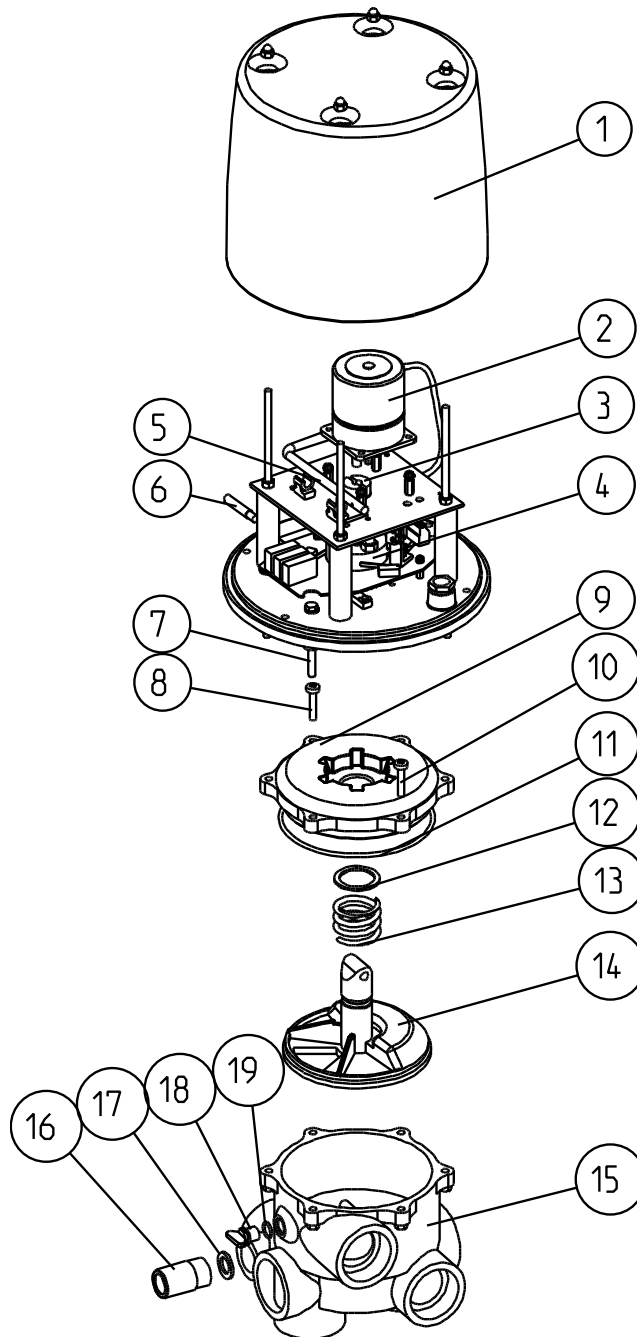

Abb. G-1: Explosionsdarstellung zum F 500/600/610 A Automatik-Mehrwegeventil mit Automatik-Stellantrieb
1. Bei Ausfall des Motors des Automatik-Stellantriebes müssen die notwendigen Filterspülungen bis zur Instandsetzung manuell durchgeführt werden. Gehen Sie hierfür wie folgt vor (die Positionsnummern in Klammer beziehen sich auf die Abb. G-1):
1. Bei Ausfall der Schalterplatine des Automatik-Stellantriebes müssen die notwendigen Filterspülungen bis zur Instandsetzung manuell durchgeführt werden. Gehen Sie hierfür wie folgt vor (die Positionsnummern in Klammer beziehen sich auf die Abb. G-1):
Hinweis: Die Positionsnummern (in Klammer) beziehen sich auf Abb. G-1.